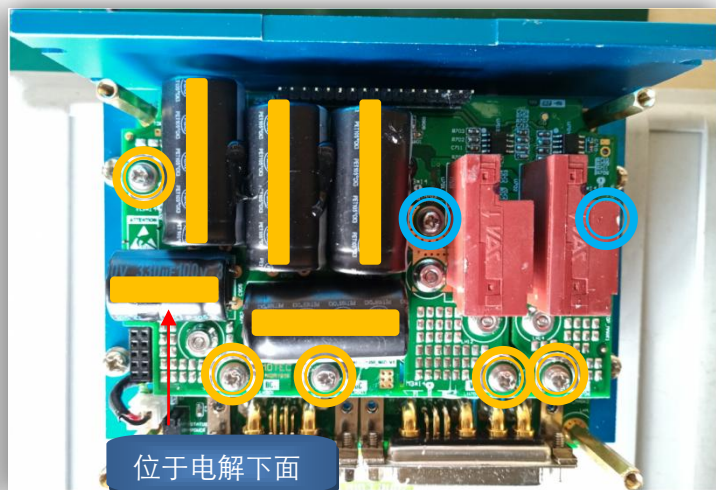

图 11
3.1 中板与底板的排针排母对正组合，使用线路板标识的相应螺钉连接紧固（见图 11）
3.2 检查电解电容是否点 704 固定胶（点胶位置为 黄色 标识区域，见图 11），要粘接紧固；